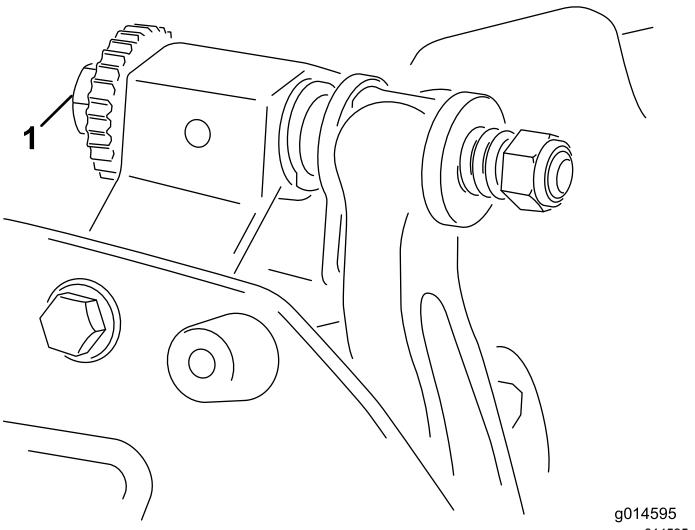

Bild 9
6. Drehen Sie die Einstellschraube des rechten Untermesserträgers (**Bild 9**), bis Sie einen leichten Druck (d. h. Widerstand) an der Beilagscheibe spüren, wenn Sie sie von einer zur anderen Seite verschieben. Entfernen Sie die Beilagscheibe.